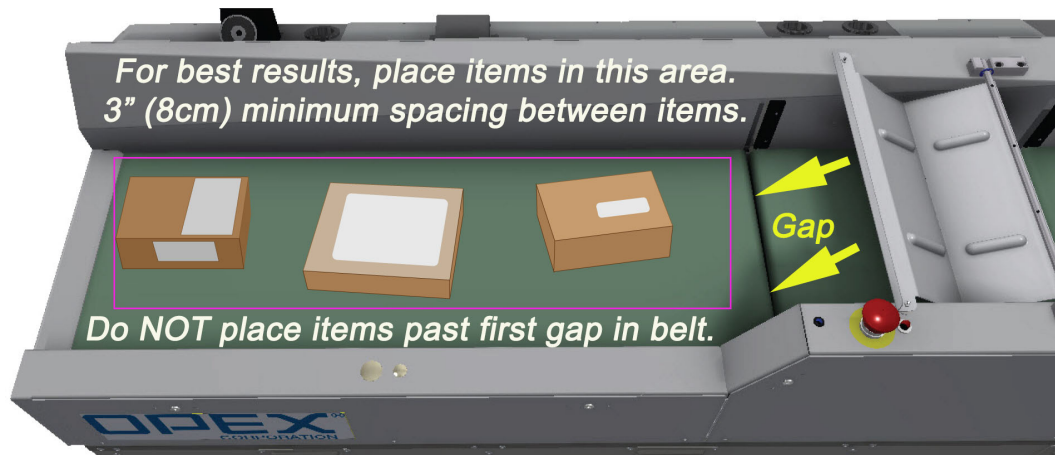

Figure 1-30: "Áreas de Depósito" do Transportador
2. Coloque os itens na esteira transportadora de ritmo. Evite sobrecarregar a esteira. Os itens devem ser colocados a aproximadamente 3" (8 cm) de distância uns dos outros (consulte Figure 1-30).